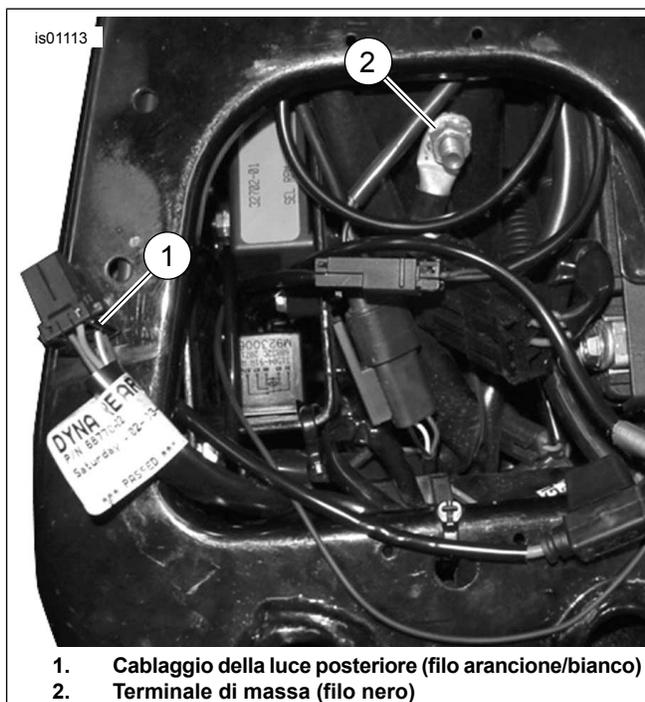

Figura 1. Collegamenti di alimentazione e a massa (modelli Dyna)
3. Vedere Figura 1. Tagliare il filo nero nel cablaggio dello Zumo in modo che arrivi facilmente alla posizione della massa. Giuntare il terminale ad anello all'estremità del filo secondo le istruzioni della pinza per giuntaggio Packard riportate nell'appendice del manuale di manutenzione.
2. Vedere Figura 1. Procedendo con cautela, scoprire un'area dell'avvolgimento del cablaggio principale in un punto accessibile all'interno del coperchio laterale. Tagliare un conduttore arancione/bianco di alimentazione del cablaggio principale.